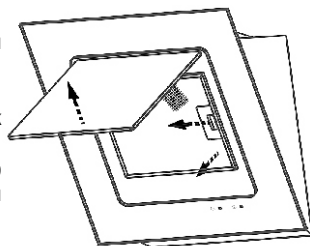

рис. 4
8.3 Для очистки алюминиевого фильтра извлеките его из вытяжки (рис.4). Произведите очистку фильтра с помощью щетки горячим водным раствором нейтрального моющего средства вручную или в посудомоечной машине (при 60°C). Сильно загрязненный фильтр не следует мыть в посудомоечной машине вместе с посудой.
6.1.2 Перед установкой кухонной вытяжки снимите алюминиевый фильтр (рис. 4). Предварительно откройте стеклянную откидную панель:
- потяните за нижний край откидной панели, как показано на (рис. 4) и откройте ее;
Чтобы снять алюминиевый фильтр, нажмите на пружинный замок фильтра и потяните его на себя (рис. 4).